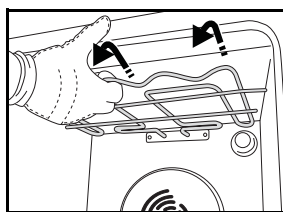
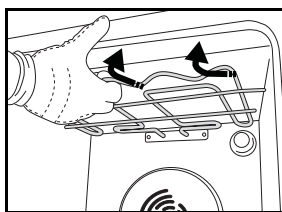

Fig.6
Fig.7
2. Dra ut grillelementet (Fig.6) en aning, och sänk det (Fig.7).